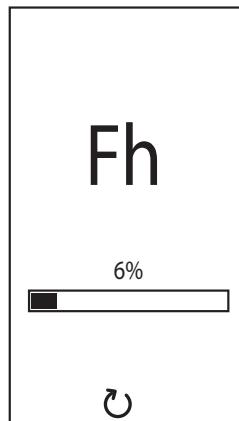

fig. 9 - Sfato con ventilatore spento
- Nei successivi 280 secondi, prosegue il ciclo di sfato con il ventilatore spento (fig. 9).